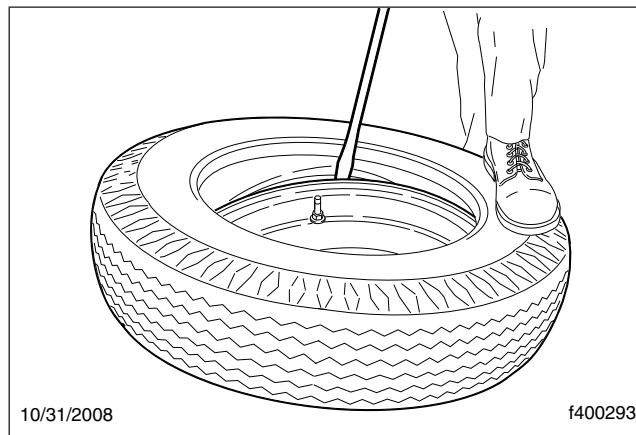

Fig. 10, Insertion du talon inférieur dans la jante
- 3.3 Utilisez l'extrémité droite du démonte-pneu (avec la butée reposant sur le rebord de la roue), puis travaillez par petits incréments jusqu'à ce que le reste du talon se glisse dans la roue. Reportez-vous à la **Figure 10**.